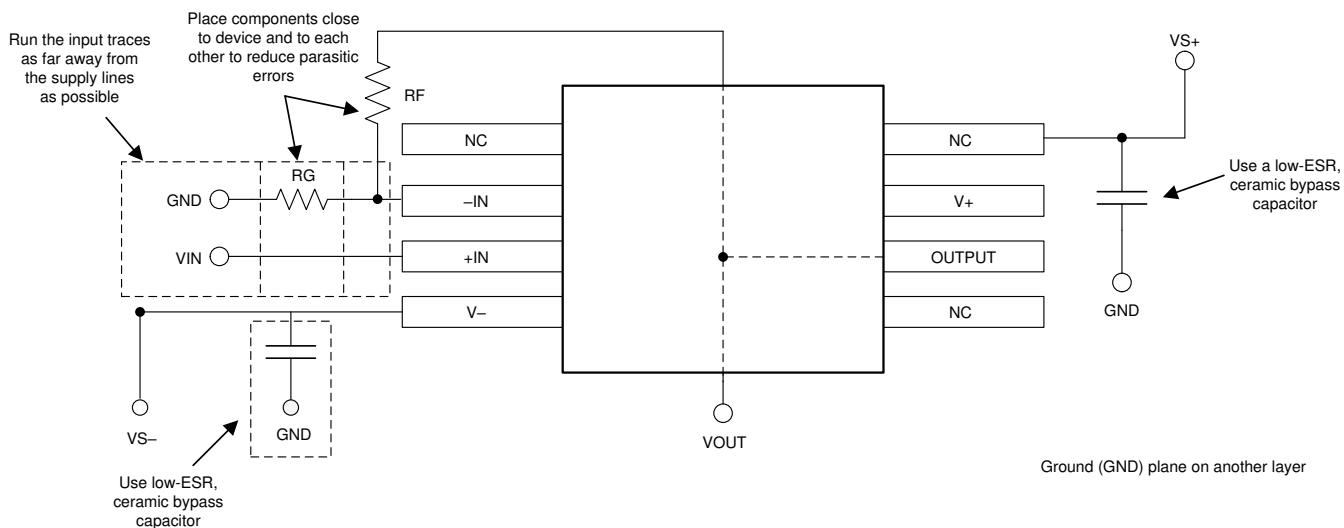

図 11-2. 非反転構成のオペアンプ基板のレイアウト
- 外付け部品は、可能な限りデバイスに近く配置します。図 11-2 に示すように、寄生容量を最小限に抑えるため、RF と RG は反転入力の近くに配置します。